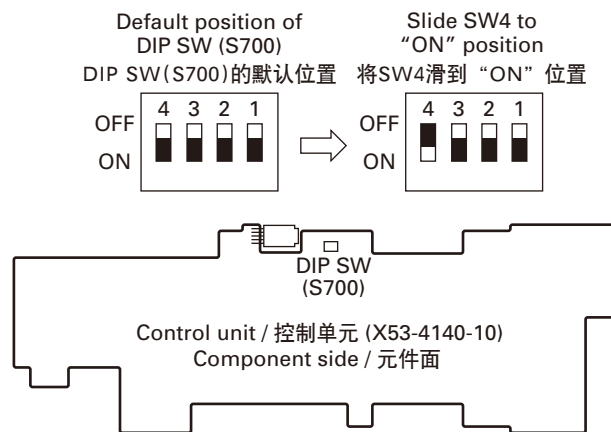

Fig. 1 / 图 1
- b) Slide the tab on DIP_SW4 (Ref No. S700) to the ON position. (See Fig 1.)
- b) 将 DIP_SW4 (Ref No. S700) 的突起滑到 ON 位置。(参见图 1)